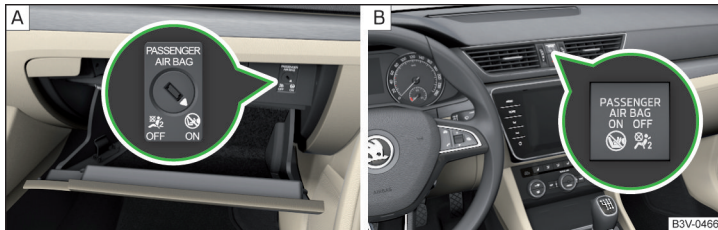

Abb. 31 **Schlüsselschalter für Beifahrer-Frontairbag / Kontrollleuchte für Beifahrer-Frontairbag**
Der Beifahrer-Frontairbag kann mit dem Schlüsselschalter abgeschaltet werden » Abb. 31 auf Seite 34 - [A].
Stellungen des Schlüsselschalters » Abb. 31 - A
- OFF** Der Beifahrer-Frontairbag ist abgeschaltet - nach dem Einschalten der Zündung leuchtet die Kontrollleuchte **OFF** ; » Abb. 31 - B